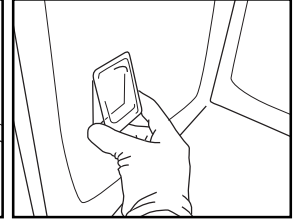

fig. 9
5. Hold lampedekslet i riktig posisjon og trykk det godt inn til det smekker på plass (fig. 9).